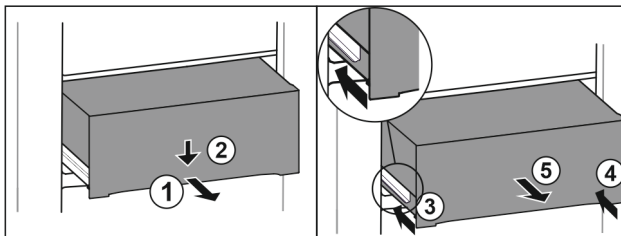

Fig. 119
- ▶ Schubfach halb herausziehen. Fig. 119 (1)
- ▶ Schubfach an der Vorderseite nach unten drücken. Fig. 119 (2)
- ▶ Linke Schiene etwa 2 cm einschieben. Fig. 119 (3)
- ▶ Rechte Schiene etwa 2 cm einschieben. Fig. 119 (4)
- ▶ Schubfach nach vorne entnehmen. Fig. 119 (5)